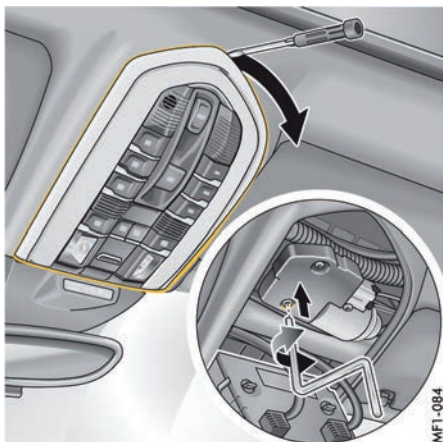

图 179: 用六角扳手操作全景式天窗系统
3. 用适当的物体（例如螺丝刀）向下分离顶置控制台并向下折（图 179）。
4. 将六角扳手插入电机到极限位置，然后向左或向右转动，具体取决于您是想打开还是关闭全景式天窗系统（图 179）。在旋转时向上按压六角扳手，以免其滑出并损坏。